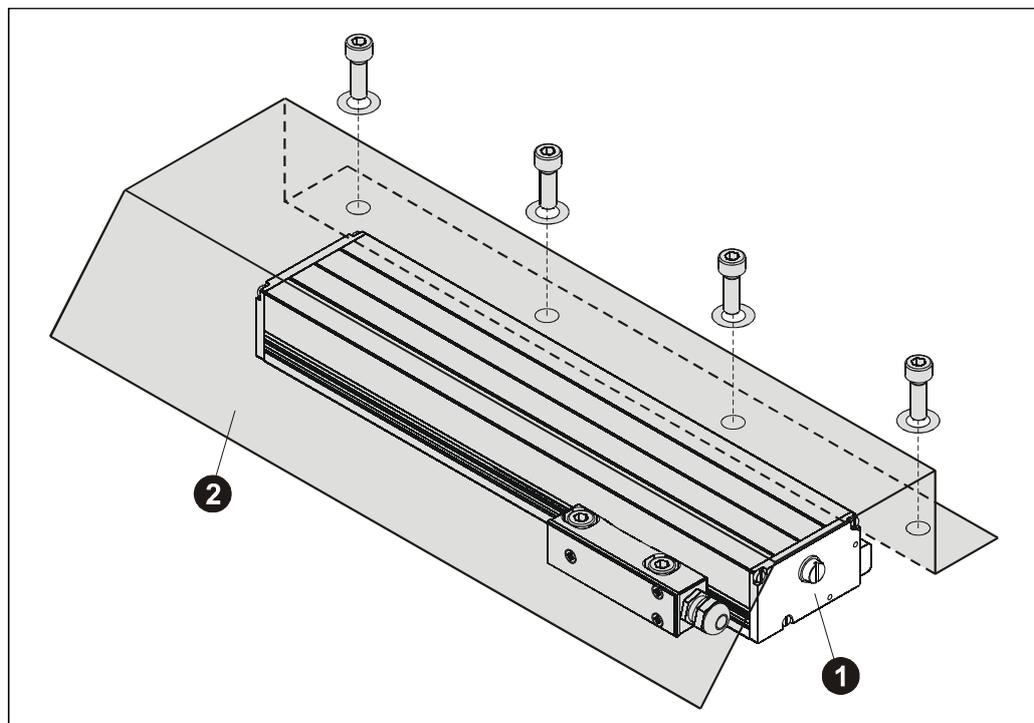

Abbildung 3: Montage-Beispiel Schutzabdeckung
- Kann seitliches Spritzwasser, Späne, heiße Metallteilchen und ähnliches nicht ausgeschlossen werden, ist eine zusätzliche Messachsen-Abdeckung vorzusehen, siehe Abbildung 3.